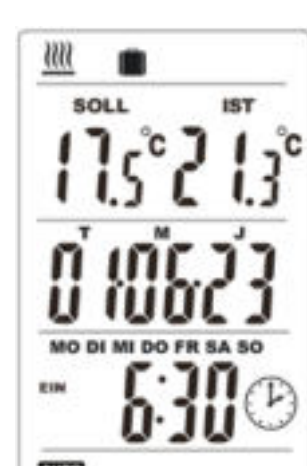

Abb. 15 Urlaubsmodus Automatik
- Automatik Urlaubsmodus (Abb. 15): Erneut mit **SET/OK** bestätigen. Mit **+/-** nacheinander Jahr, Monat, Tag, Stunde und Minute für den Start des Urlaubsmodus einstellen und jeweils mit **SET/OK** bestätigen. Mit **+/-** nacheinander Jahr, Monat, Tag, Stunde und Minute für das Ende des Urlaubsmodus einstellen und jeweils mit **SET/OK** bestätigen.